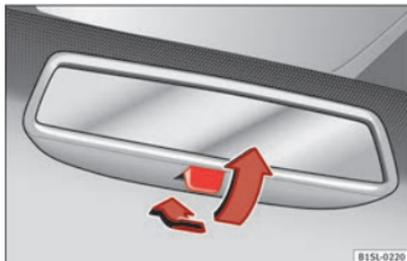

Abb. 116 Manuell abblendbarer Innenspiegel.
- Zum Abblenden des Rückspiegels, Hebel nach hinten ziehen » **Abb. 116**.